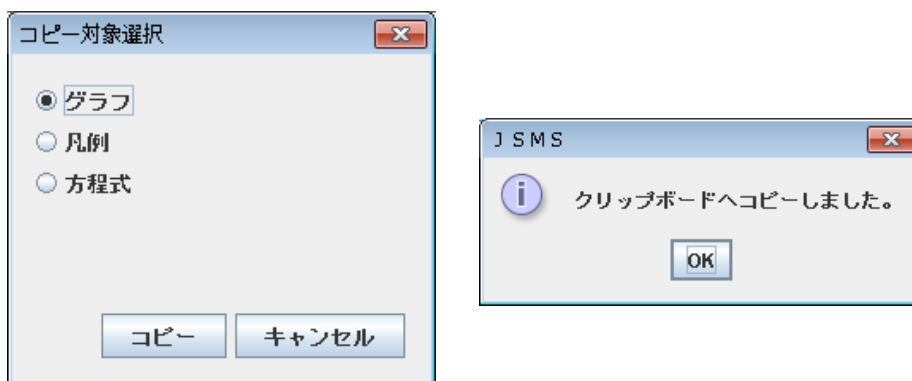

図 15 グラフ画面のコピー
- 「編集」から「コピー」を選ぶことによって、グラフウィンドウ中のグラフや近似式をクリップボードに出力することができます。そのまま Office ソフトへの貼り付けや画像ソフトを使った画像の保存もできます。(図 15)